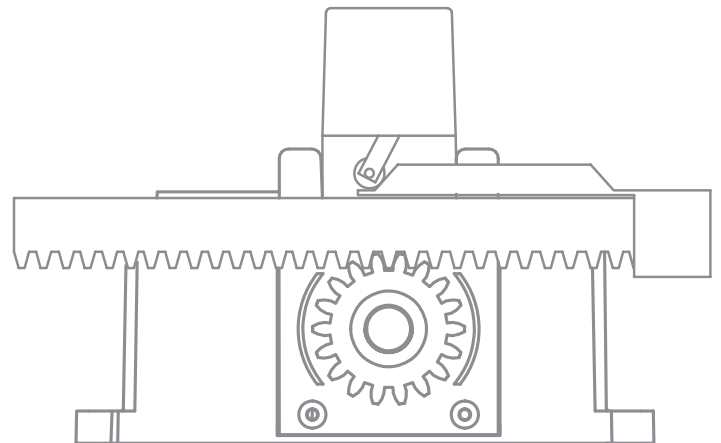

Fig. 12 - Abb. 12
- Dans le fin de course mécanique FCM vérifier que la course du ressort sur la patte s'effectue correctement sans obstacles. Pour les petites mises au point, intervenir sur la patte. (voir fig. 12)
- En el fin de carrera mecánico FCM compruebe que el recorrido del muelle sobre la abrazadera se lleve a cabo correctamente sin obstáculos. Para pequeños ajustes accione la abrazadera. (véase fig. 12)
- For mechanical stops (FCM), make sure that the travel of the spring on the bracket occurs without difficulty. Adjust the bracket for slight corrections (see fig. 12).